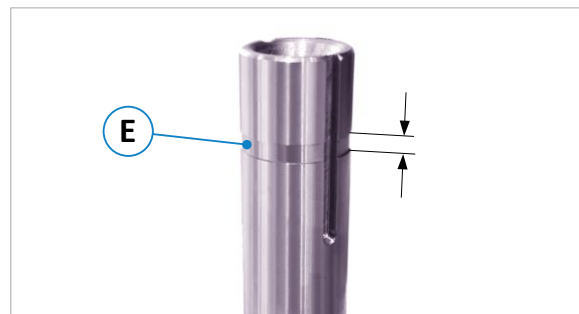

Abbildung 15: Markierung für oberen Distanzring
1. Lösen Sie an der Schnellspannmutter (M) die Spannschraube (S) mit dem im Lieferumfang enthaltenen SW4 Stiftschlüssel.
2. Danach die Fixierschraube (F) von Hand ganz aufdrehen und die Schnellspannmutter (M) durch Entnehmen entfernen.
3. Distanzringe (D) abziehen und das neue Fräs Werkzeug aufsetzen.
4. Nun ggf. erforderliche Distanzringe (D) aufsetzen. Es müssen so viele Distanzringe aufgesetzt werden, dass sich die obere Spannfläche des oberen Distanzrings in dem in $\Rightarrow$ Abbildung 15 gezeigten Bereich (E) des Markierungseinstichs befindet.
5. Dann Schnellspannmutter (M) wieder aufsetzen und Fixierschraube (F) von Hand anziehen.
6. Spannschraube (S) nun mit dem SW4 Stiftschlüssel anziehen $\rightarrow$ Anzugsdrehmoment = **12 Nm**.